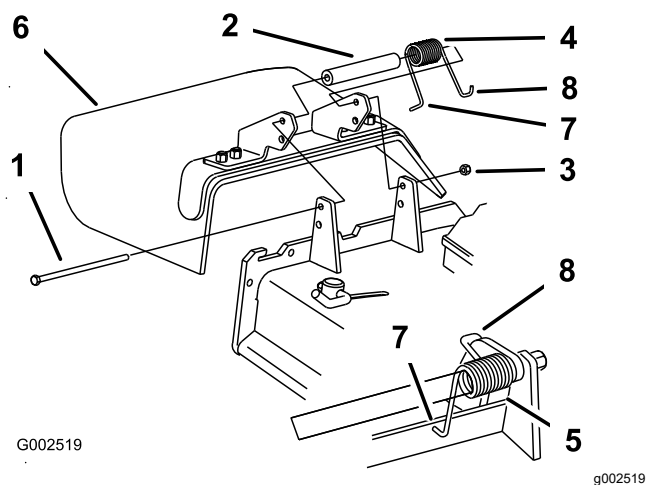

Figura 114
1. Togliete il dado di bloccaggio, il bullone, la molla e il distanziale che fissano il deflettore alle staffe orientabili del tosaerba (Figura 114).
Nota: Verificate che l'estremità a L della molla si trovi dietro il bordo del piatto di taglio prima di montare il bullone, come illustrato nella Figura 114
5. Infilate l'estremità a gancio J della molla attorno al deflettore di sfalcio (Figura 114).